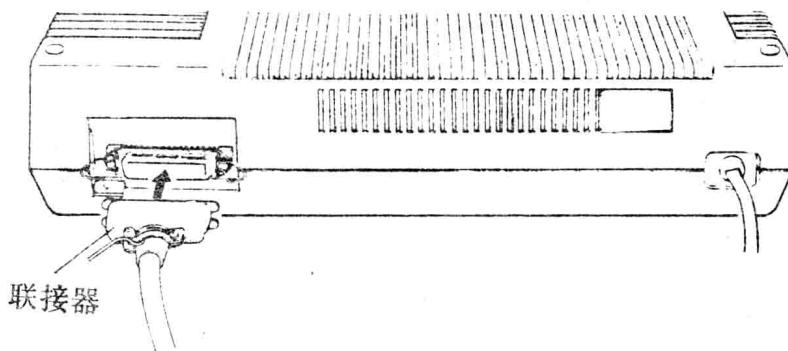

图 1—1 打印机电缆联接
- (2) 用相应的电缆将它牢固的推进打印机的接线夹内。
- (3) 要进行检查工作，保证电缆在接口处锁牢，打印机联接如图 1—1 所示。